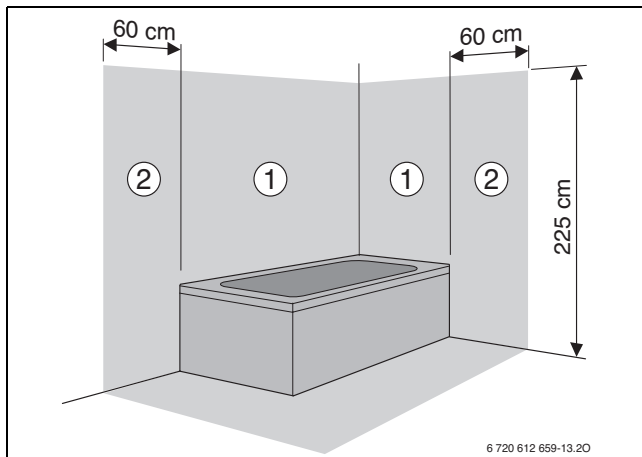

Fig. 16
- Dans un périmètre de protection 1 et 2 (→ fig. 16) :